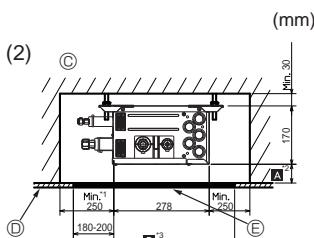
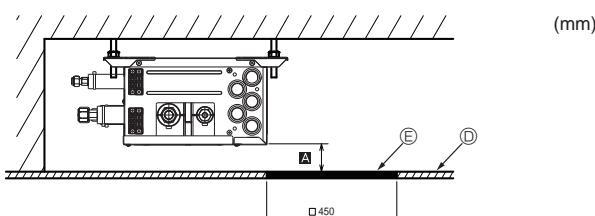

Fig. 4-7
Fig. 4-8
(2) Vista lateral (Fig. 4-7, Fig. 4-8)
En el caso de “ □ 450 mm ”, prepare un orificio de mantenimiento en el lado de la PCB (tal y como se muestra en la Fig. 4-8), y se necesitará “Mín. 300 mm” como distancia Ⓒ.